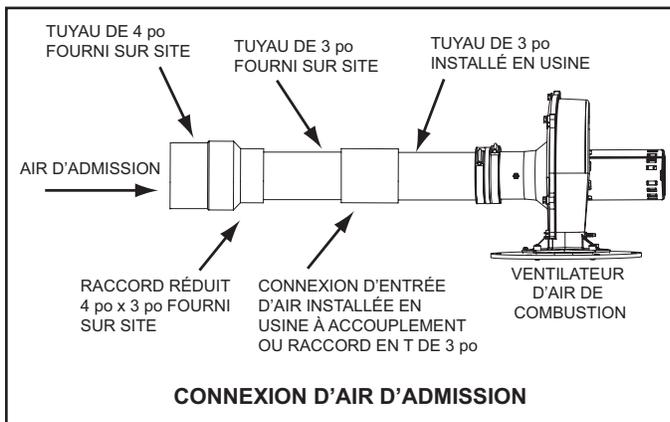

Figure 20
- Pour installer un tuyau d'entrée d'air de 4 po, effectuer une transition au tuyau de 3 po au niveau de la connexion d'entrée d'air sur le chauffe-eau comme l'indique la Figure 20. Le tuyau de 3 po installé sur site entre la connexion d'entrée d'air et le raccord de réduction 4 po x 3 po doit être de 45 cm (18 po) de longueur au maximum.